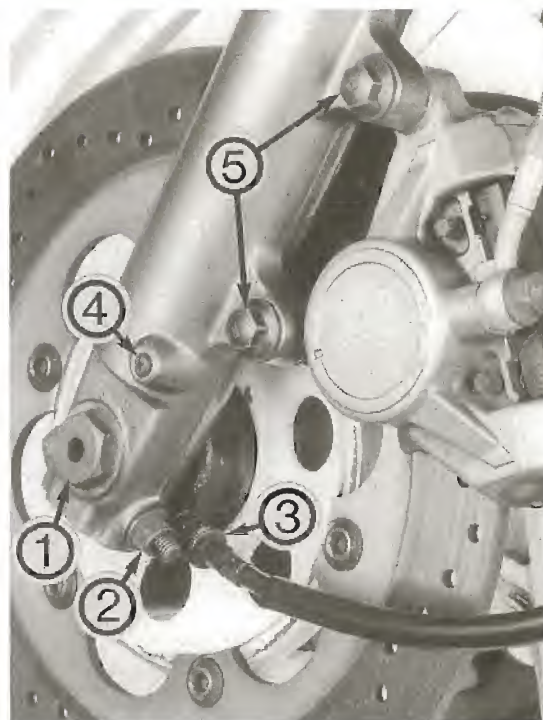

Bild 53
● Auffanggefäß unter Ablass-Schraube ④ Bild 53 stellen und Schraube ausdrehen. Auf Verbleib der Dichtscheibe achten!